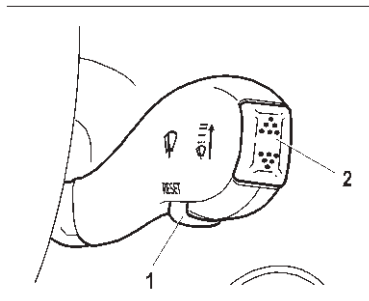

Рис. 31. Клавиши подрулевого переключателя
- клавиша «Reset» 1 (рис. 31);